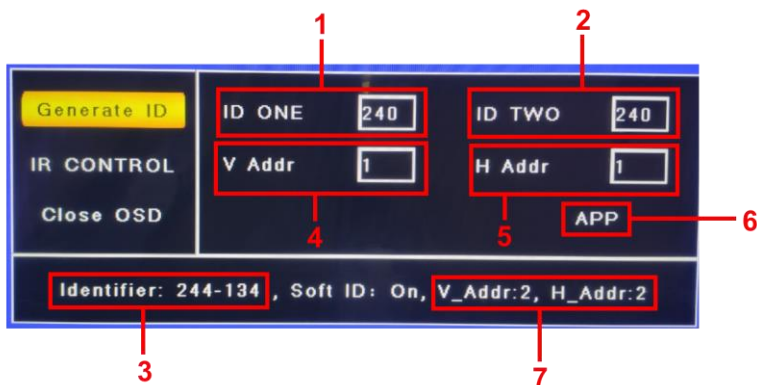

Рис. 9 Настройка местоположения в видеостене для ЖК панелей
- 4) Далее необходимо в поля ID ONE (1) и ID TWO (2) ввести данные из поля Identifier (3) для настраиваемой панели, а в поля V Addr (4) и H Addr (5) ввести его местоположение по горизонтали и вертикали в видеостене, рис. 9. Местоположение определяется по принципу сверху вниз из левого угла. Пример для видеостены показан на рис. 10. Для подтверждения нажмите кнопку APP (6). Внизу меню для каждой ЖК панели должны появиться данные (7) о его местоположении в видеостене;